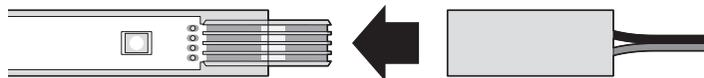

Bild 6
1. Einspeisungsverbinder auf die Steckverbindung der LED-Platine stecken (Bild 6).